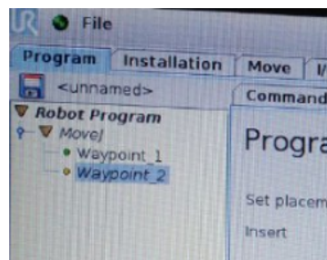

Figura 17: *Crear Waypoint2*
- 1.11. Se crea el *Waypoint 2* que se puede observar en el panel a mano izquierda de la interfaz, como se ve en la Figura 17.